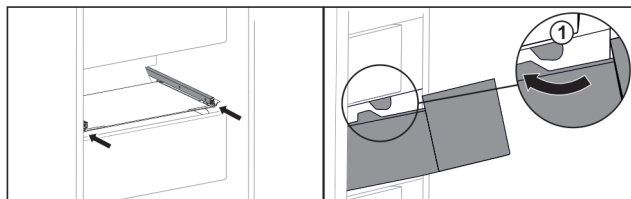

Fig. 39
- ▶ Schuiflade rond de stoppers Fig. 39 (1) leiden.\*